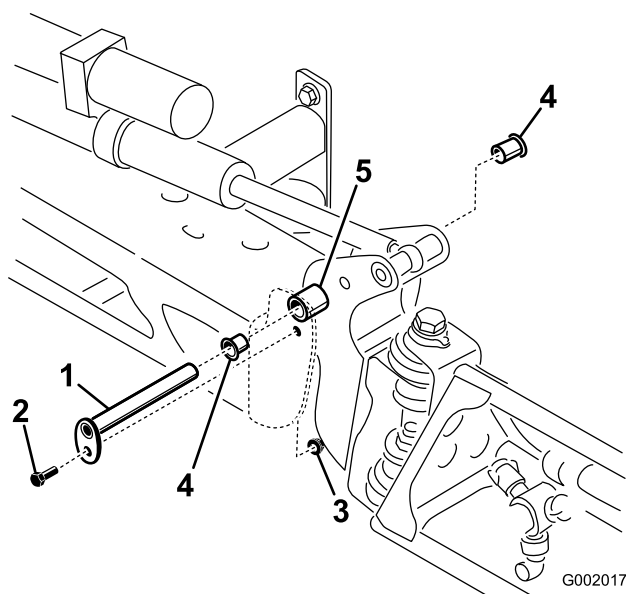

Figura 62
3. Com o peso da rampa suportado, retire o parafuso e a porca que seguram o pino de articulação à rampa (Figura 62). Retire o pino de articulação.
5. Retire e inspeccione as buchas de nylon dos lados dianteiro e traseiro do suporte de articulação (Figura 62). Substitua todas as buchas danificadas.
7. Monte a rampa e o apoio da articulação no chassi alinhando as aberturas (Figura 62).